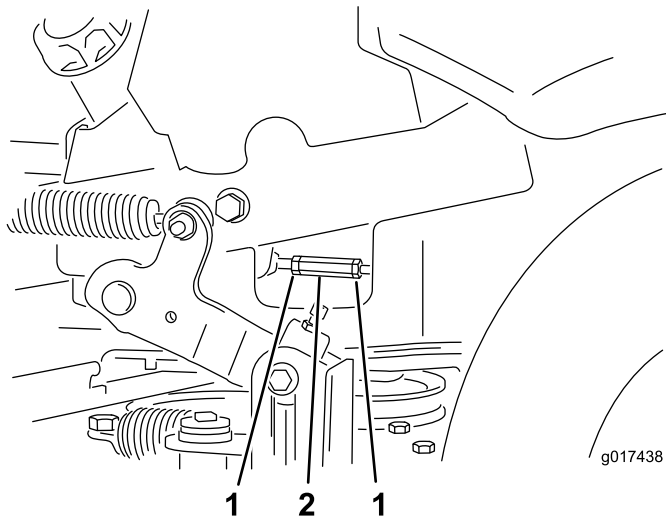

Figura 65
14. Ajuste las varillas de control de la bomba aflojando las 2 contratueras y girando la tuerca de ajuste en el sentido apropiado, hasta que las ruedas se muevan ligeramente en marcha atrás (Figura 65).
16. Apriete las 2 contratuercas contra la tuerca de ajuste (Figura 65).